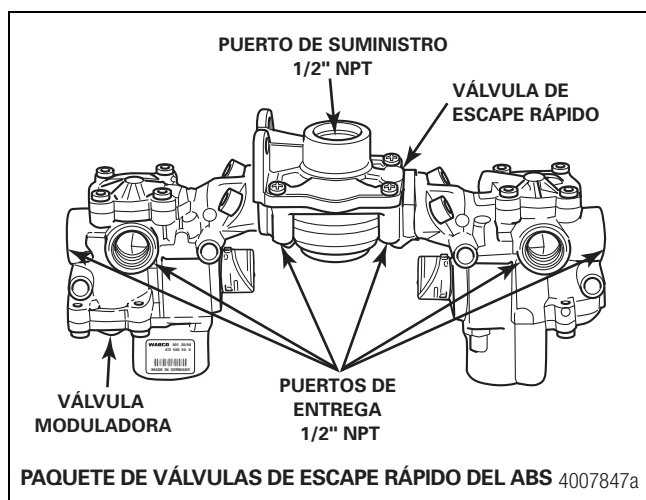
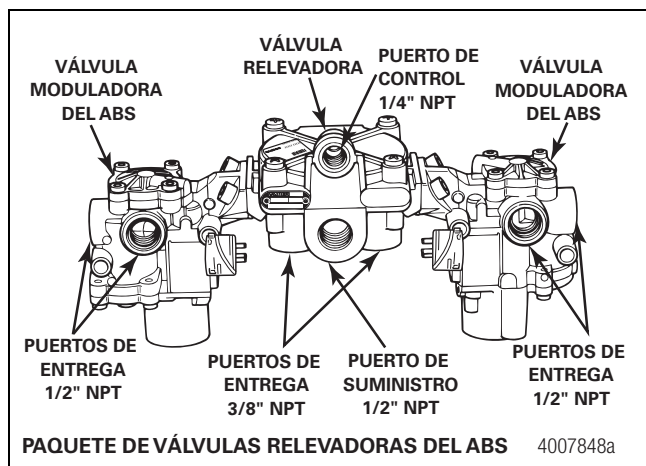

Figura 4.6
Figura 4.7
4. Retire todas las líneas de aire y las conexiones del paquete de válvulas ABS. Figura 4.6 y Figura 4.7.